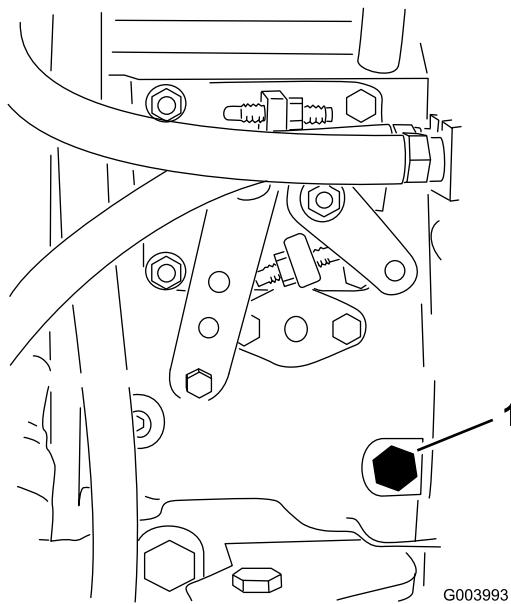

Figura 30
- Abra el tornillo de purga de aire de la bomba de inyección de combustible (Figura 30) con una llave de 12 mm.